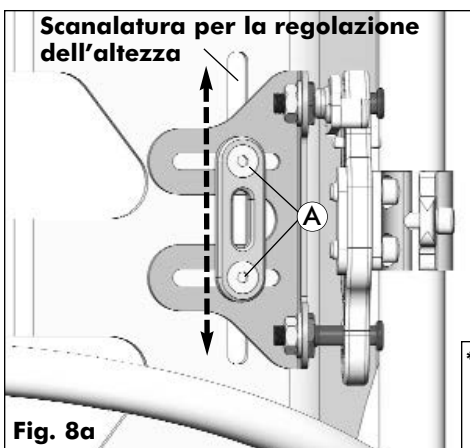
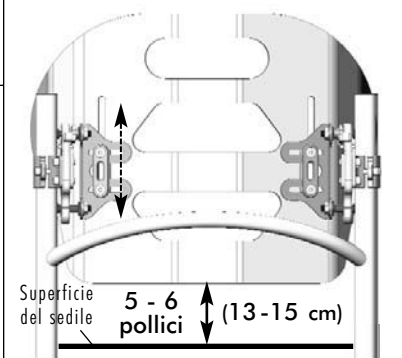

Fig. 8a
Fig. 8b
- 3 **Regolazione dell'altezza dell'MX2:** l'altezza dello schienale MX2 può essere regolata in base alle proprie esigenze grazie alla guida scanalata sul guscio dello schienale MX2 (vedere la **Fig. 8a**). L'altezza consigliata dello schienale* è di circa **5-6 pollici (13-15 cm)** dalla parte superiore della **superficie del sedile** (cuscino o telo seduta; vedere la **Fig. 8b**).